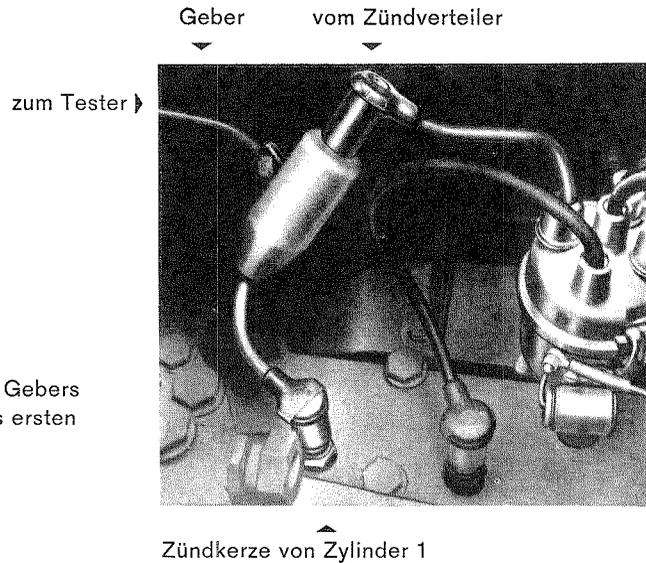

Bild 4
- ① Die Batteriekabel dienen der Stromversorgung, sie werden an eine 6- oder 12-V-Batterie angeschlossen. Roter Klips an +, schwarzer Klips an -.
- ② Das Geberkabel mit Geber (EFAW 110/5) dient zur Steuerung des Gerätes. Der Geber wird nach Bild 4 in die Zündleitung des ersten Motorzylinders geschaltet und am Tester angeschlossen.